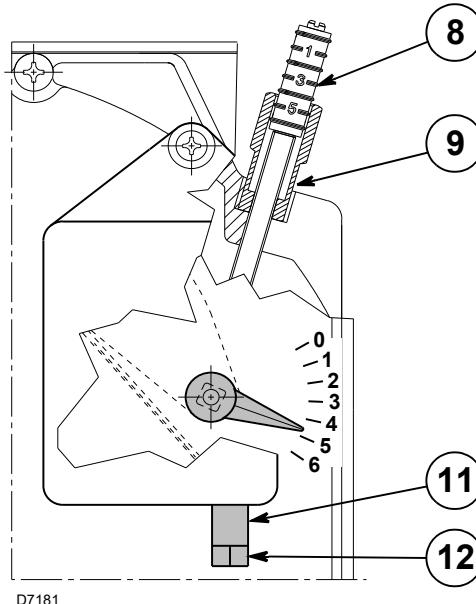

Fig. 15
El primer arranque debe efectuarse siempre utilizando el tornillo 12)(Fig. 15), de manera que el índice de la posición registro de aire de 1^a llama sea superior a la muesca 1, (calibrado de fábrica muesca 1).
- Aflojar la tuerca 9) y utilizar el tornillo 8)(Fig. 15) para regular el caudal de aire de 2^a llama (véanse los valores de CO₂ indicados en la Tab. T).
- Regular la 1^a llama utilizando el tornillo (12) después de haber aflojado (*sentido horario*) la tuerca 11)(Fig. 15) tomando como referencia la tabla de abajo para los valores de CO₂.
- Una vez alcanzada la regulación ideal apretar (*en el sentido contrario al de las agujas de reloj*) la tuerca 11)(Fig. 15). Cuando el quemador se detiene, el registro de aire, por efecto de su peso, se cierra automáticamente, hasta una depresión máxima en la chimenea de 0,5 mbar.